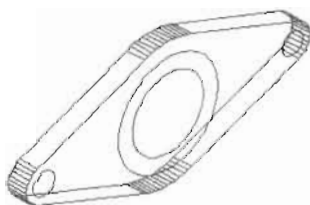

图 14-163
(6) 切换到西南等轴测视图, 在命令提示行输入 Extrude 命令并回车, 将闭合多段线拉伸 5mm, 如图 14-163 所示, 命令执行过程如下。